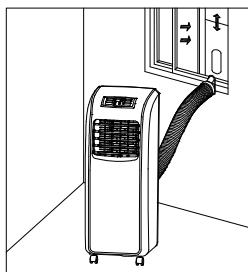

Afbeelding 9
(1). Verplaats de machine met de warmteuitlaatslang montagede geïnstalleerd voor het raam en houd het apparaat ten minste 50 cm uit de buurt van de muren of andere objecten. (Weergegeven in Afbeelding 9).